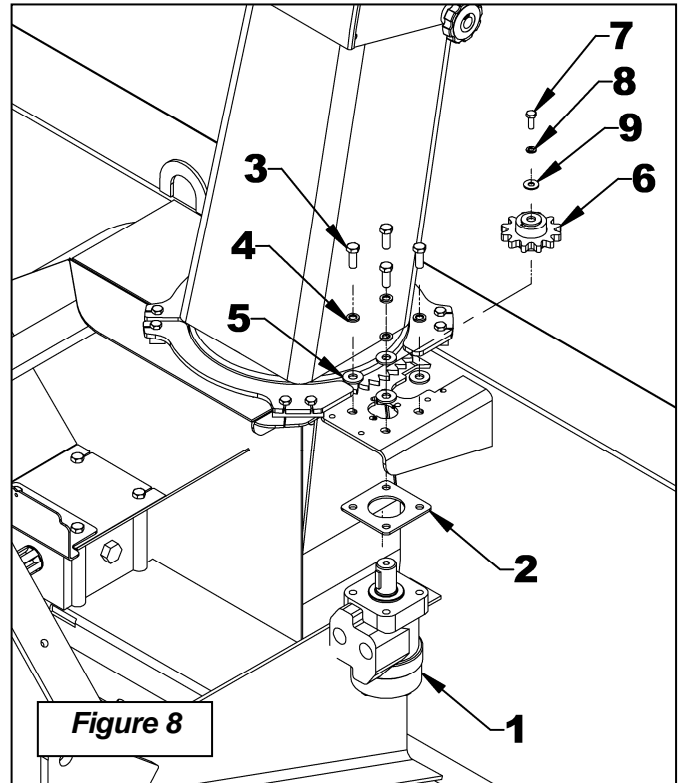

Figure 8
(Figures 8 à 12)
2. **Figure 8:** Positionner l'espaceur du moteur (item 2) sur le dessus du moteur (item 1) en alignant les trous. Installer le moteur (item 1) sous la base du bâti de la souffleuse et le fixer à l'aide de quatre boulons 3/8"NC x 1" (item 3), quatre rondelles de blocage 3/8" (item 4) et quatre rondelles plates 3/8" (item 5). Serrer légèrement.
3. **Figure 8:** S'assurer que la clé Woodruf est placée sur l'arbre du moteur et insérer l'engrenage du moteur (item 6) sur celui-ci. Fixer à l'aide d'un boulon 1/4"NC x 3/4" (item 7), une rondelle de blocage 1/4" (item 8) et une rondelle plate 1/4" (item 9).